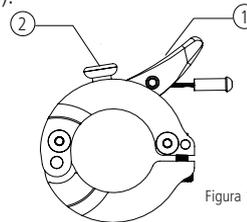

Figura 10
Para travar a suspensão, empurre a alavanca (1) até o final do curso ou até parar na posição que foi empurrada; para destravar aperte o botão (2) (Figura 10).